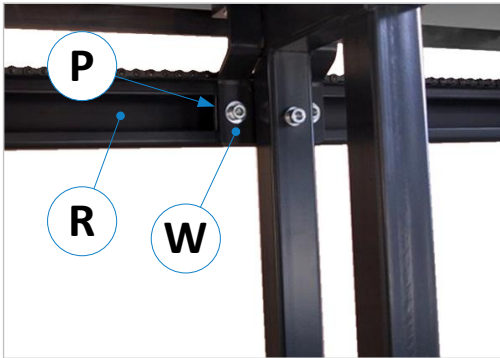
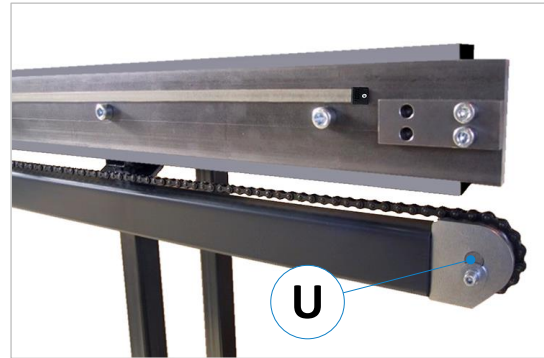

Abbildung 9: Kettenführungsrohr montieren
Abbildung 10: Ketten-Umlenkung
- **Nur EXAKT MES A:** Die Kettenführungsrohre (**R**) werden einfach über die vormontierten Klemmplatten (**P**) an den Winkelhalterungen (**W**) geschoben (siehe ⇨ Abbildung 9) und dann mittels Innensechskantschrauben fluchtend fixiert. An den Endstücken (siehe ⇨ Abbildung 10) ist die Umlenkung (**U**) für die Kette montiert.